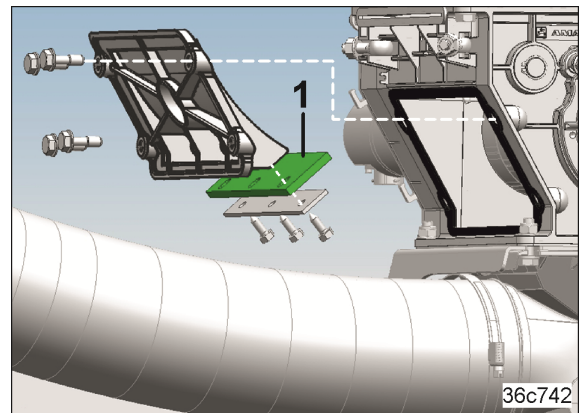

Fig. 215
- Eine defekte oder falsch eingestellte Dosierlippe (Fig. 215/1) führt zu Dosierfehlern.